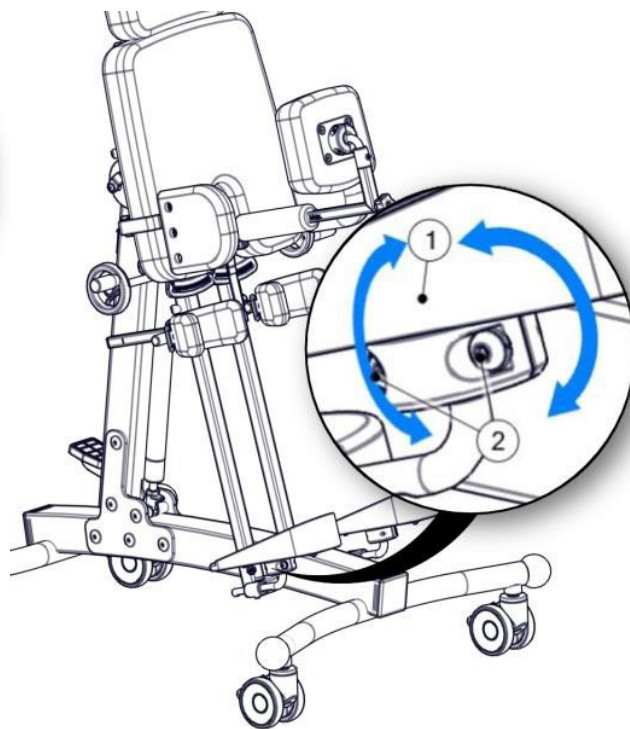

рис. 12
Чтобы отрегулировать платформу для стопы по углу наклона (1), ослабьте винт (2) крепления платформы. Установите требуемый угол и затяните винт, чтобы зафиксировать положение платформы и предотвратить ее вращение. Данную процедуру регулировки следует производить индивидуально для каждой платформы. Рис. 12.